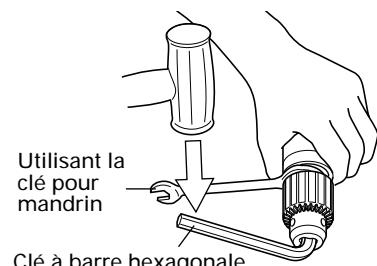

Fig. 12
(4) Retrait du mandrin de l'angle (Fig. 12)